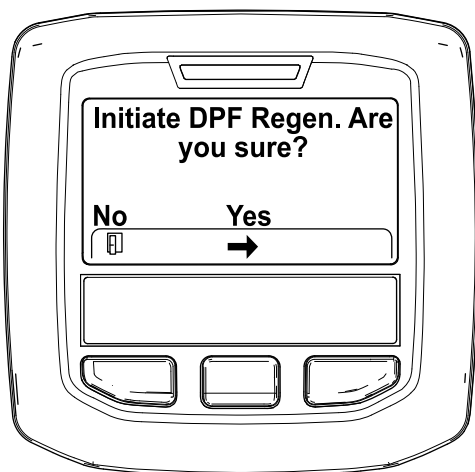

Рисунок 49
4. Когда появится сообщение «Initiate DPF Regen. Are you sure?» («Вы действительно хотите начать регенерацию DPF?»), нажмите среднюю кнопку (Рисунок 49).